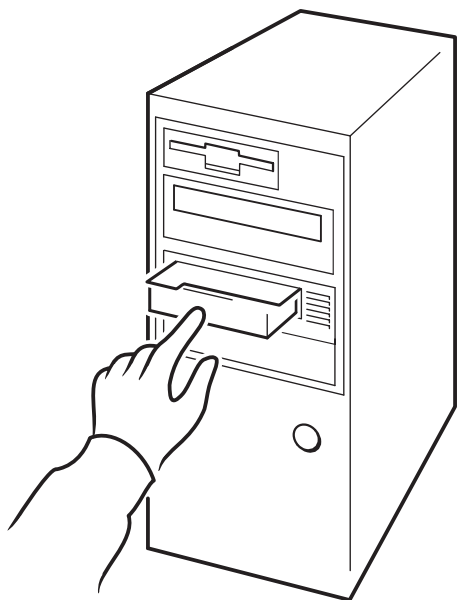

図 12a: HP OBDR の使用方法、
- 1 テープ・ドライブに最新のブート可能カートリッジを挿入します (図 12a を参照)。カートリッジには、CD-ROM フォーマットでテープにデータを書込むバックアップ・アプリケーションを使用する必要があります。